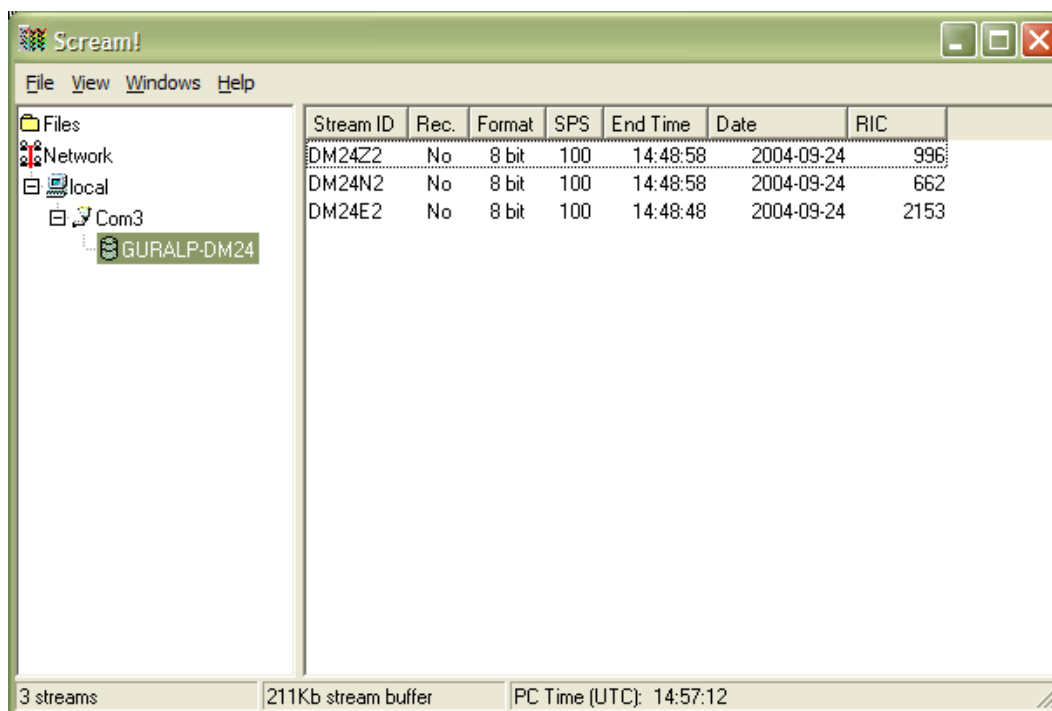

Рис. 2-3 Основной экран программы Scream!
6. Через несколько секунд на левой панели главного окна Scream! ниже номера Com-порта (**Com3** на Рис. 2-3) должно появиться имя цифрового преобразователя (GURALP-DM24) инструмента CMG-6TD. (Если Ваш РС имеет несколько Com-портов, имя дигитайзера появится под номером порта, к которому подключен инструмент). Вскоре, в правой панели основного меню Scream! появятся линии соответствующие информационным потокам дигитайзера. Потоки с более высокой частотой опроса появятся быстрее, чем потоки с низкой частотой опроса.